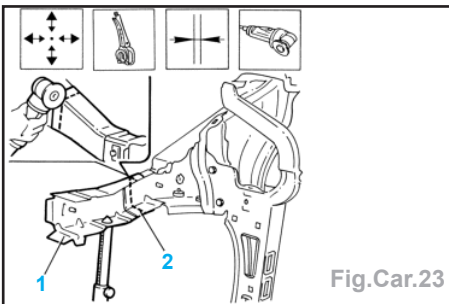

Fig.Car.23
- Superposer et positionner correctement le renfort interne (1) sur le véhicule en utilisant le gabarit et les pinces-étaux (Fig.Car.23).